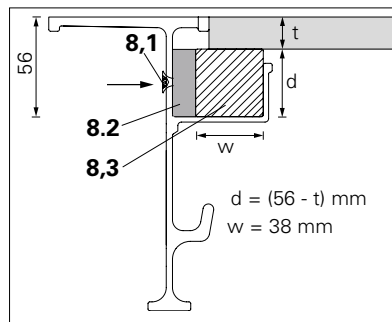
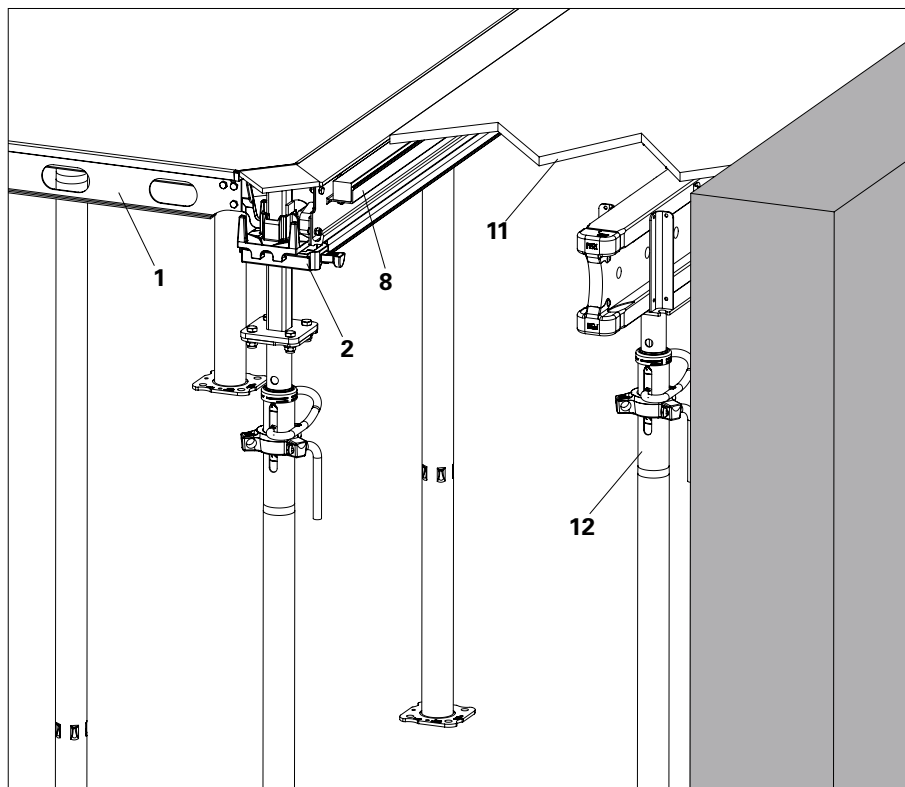

Fig. A7.01a
Fig. A7.02
1. Forme la losa con panel ADP (1) en la medida de lo posible, véase la sección A5 - Encofrado.
- La viga de compensación ADF (8) es compatible para espesores de contrachapado (t) de 12 mm a 18 mm variando el tamaño del inserto de madera (8.3). (Fig. A7.01a)
- El tamaño de compensación hasta 60 cm y el número de apoyos (12) dependen del espesor de losa y del tipo de contrachapado (módulo E y dirección de la veta). Debe comprobarlo el contratista o usuario.
- Utilice un tornillo Torx de 6 x 40 mm (8.1), número de referencia 024540, para fijar el inserto de madera (8.3) con un embalaje de 12 mm (8.2) cada 60 cm c/c. (Fig. A7.01a)
- El inserto de madera (8.3) no está incluido en la viga de compensación ADF (8).
3. Coloque la viga de compensación ADF (8) sobre la espiga de la placa móvil del cabezal de caída. (Fig. A7.02)
5. Instale el puntal adicional con cabezal y viga de plataforma VT 20 (12).
6. Llene continuamente la zona de compensación con contrachapado (11).
7. Asegure el contrachapado (11) en la parte superior con clavos. (Fig. A7.02)